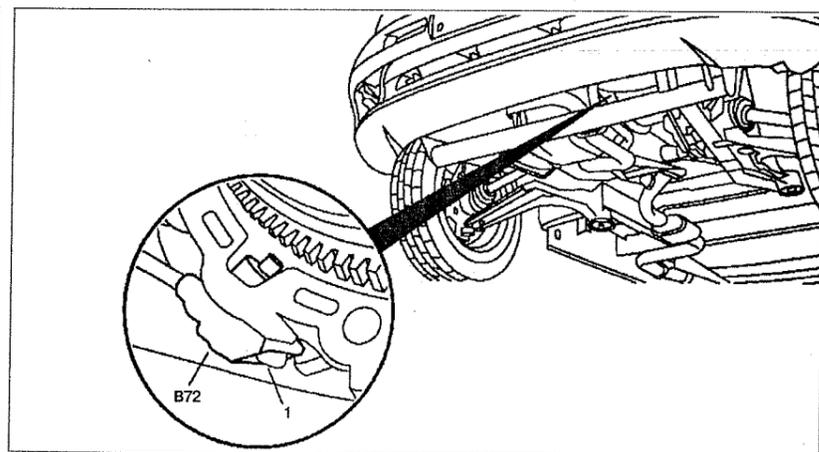

Рис. 4.61. Датчик скорости автомобиля: 1. Болт, B72. Датчик скорости автомобиля.
3. Открутите болт 1 (см.рис.4.61).